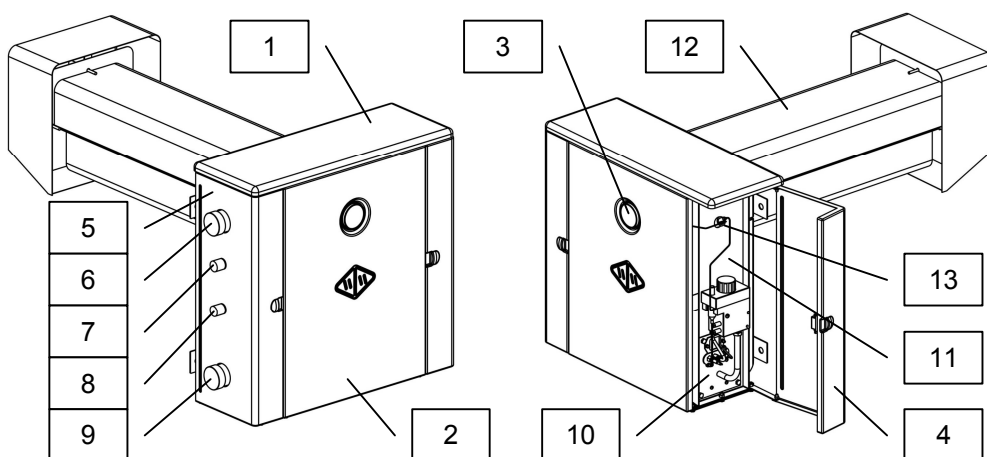
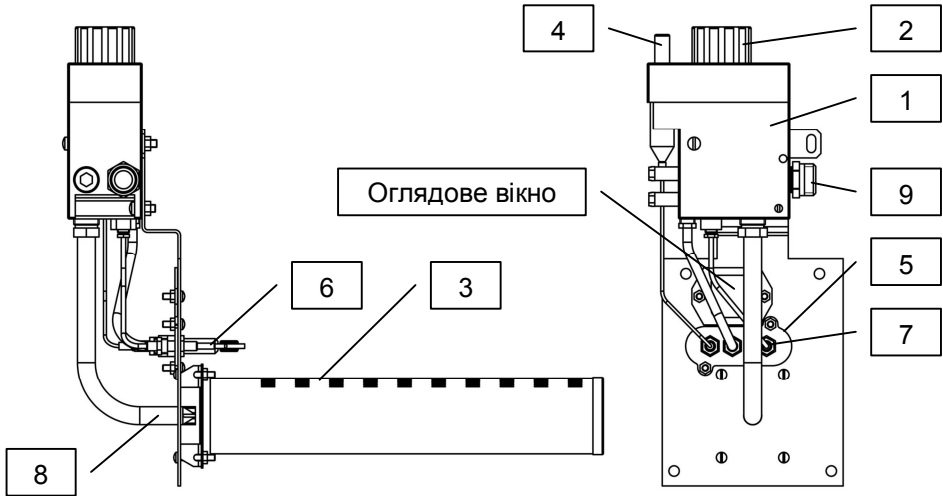
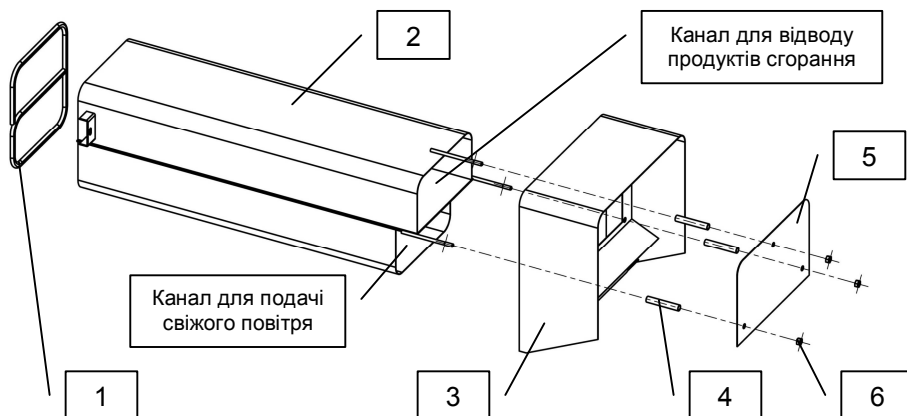

Рис.1 – будова апарата
Рис.2 – газопальниковий пристрій апарата
Рис.3 – вітрозахист апарата
- встановлювати трубу поз.12, рис.1 поблизу джерел відкритого вогню;
5.1 Апарат виконаний у вигляді навісної настінної шафи, бічна сторона якої з правого (у апарата правого виконання) або лівого боку (у апарата лівого виконання) закрита дверцятами, яка відкривається та забезпечує доступ до газопальникового пристрою, призначеному для запуску і зупинки апарата, а також, управління режимами опалення. В апаратах АКГВ всередині теплообмінника додатково встановлено мідний змійовик для забезпечення гарячим водопостачанням (ГВП). Основні частини апарата представлені на рис.1.
5.2 Газопальниковий пристрій апарата (рис.1, поз.10) - рис.2, призначений для подачі газу до основного і запального пальників, регулювання температури води в контурі опалення, а також, автоматичного відключення газу при:
5.3 Управління апаратом здійснюється за допомогою кнопок, розташованих на автоматичі «EUROSIT 630»: кнопки п'єзорозпалу - рис.2, поз. 4 і ручки - кнопки терморегулятора рис.2, поз. 2.
5.4 Вітрозахист апарата (рис. 1, поз.12) - рис.3, призначений для підведення свіжого повітря в камеру згоряння апарата, відведення продуктів згоряння і забезпечення стійкої роботи апарата при поривах вітру.
5.5 Верхня кришка облицювання апарата рис.4, поз.1 (рис. 1, поз.1) встановлена на 2-х захватах рис.4, поз.2, які входять в зачеплення з кронштейнами поз.3 кріплення передньої облицювальної панелі рис. 1, поз.2 і 2-х фіксаторів положення рис.4, поз.4, які вставлені в пази кронштейнів поз.5.
6.11 В стакан в верхній частині бічної стінки апарата необхідно залити веретенне масло, не виймаючи при цьому термобалони від автоматики і термометра рис.1, поз.13, вставлених в нього. Рівень масла, в процесі експлуатації, необхідно контролювати не рідше 1 разу на місяць і при необхідності доливати.
7.2 Для включення апарата необхідно відкрити газовий кран на газопроводі. Починаючи з позиції Виключено «*», поверніть ручку терморегулятора (поз.2, рис.2) в позицію розпалювання «*». Натисніть і утримуйте ручку терморегулятора після чого натискайте на кнопку п'єзорозпалу до тих пір, поки від іскри не займеться розпалювальний факел. Після загоряння утримуйте ручку терморегулятора протягом 20 ... 30 секунд. Відпустіть ручку терморегулятора і перевірте, що розпалювальний факел залишився горіти. Якщо він погас, повторити операцію знову до появи стійкого полум'я. Поверніть ручку терморегулятора на відмітку, що відповідає необхідній температурі, після чого повинен спалахнути основний пальник. Для того, щоб завжди горів тільки розпалювальний факел, поверніть ручку терморегулятора з позиції обраної температури в позицію розпалювання «*».
7.3 У випадку несправності п'єзорозпалу, необхідно зняти скло оглядового вікна (рис.2) і запалити запальний пальник (поз.5, рис.2) іншими засобами.